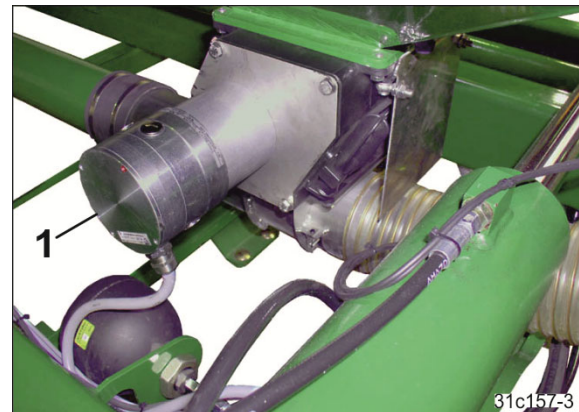

Fig. 7
- elgearmotor EA423 (Fig. 7/1)